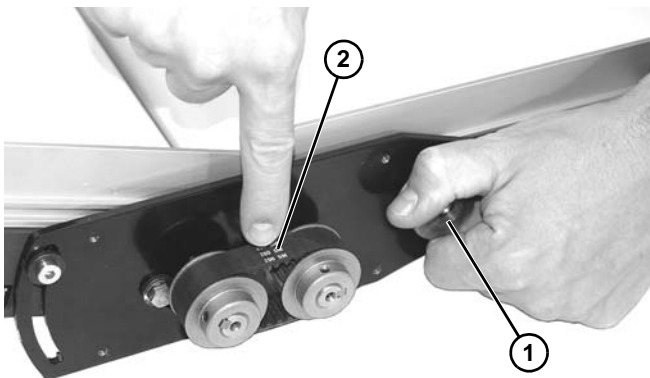

Figura 22
12. Gire la perilla de la leva (Figura 22, artículo 1) para lograr una desviación de la banda de 3-6 mm en el centro de la banda (Figura 22, artículo 2) con aproximadamente 1360-2268 gramos de fuerza.